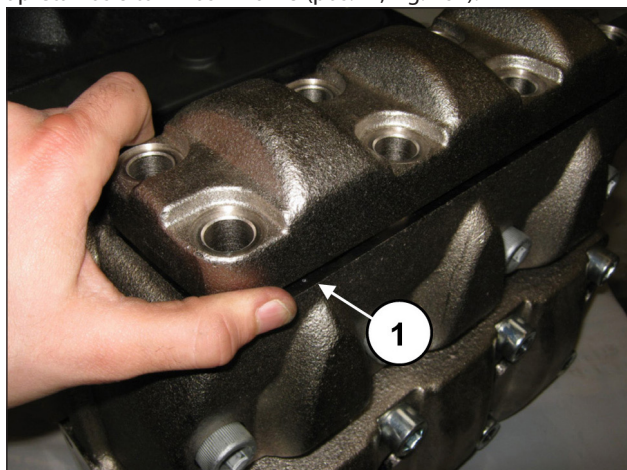

Fig. 161
Al terminar de montar los grupos de la válvula de envío, aplicar la tapa de las válvulas de envío (pos. ①, Fig. 161) y apretar los 8 tornillos M16x45 (pos. ①, Fig. 162).